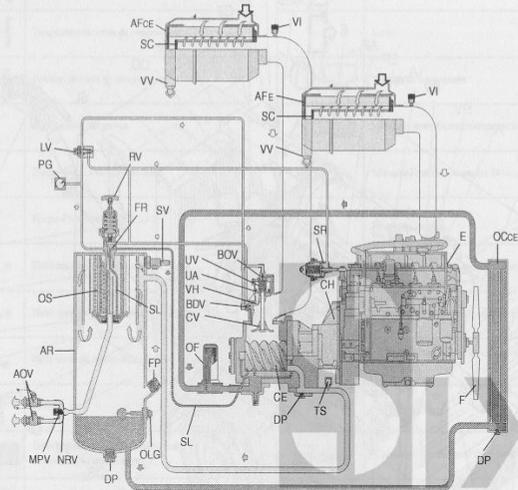

Fig. 2.3
2.5 CIRCULATION DE L'AIR (VOIR FIG. 2.3)
2.6 CIRCULATION DE L'HUILE (VOYEZ FIG. 2.3)
2.7 SYSTÈME DE RÉGULATION PERMANENT (VOYEZ FIG. 2.3)